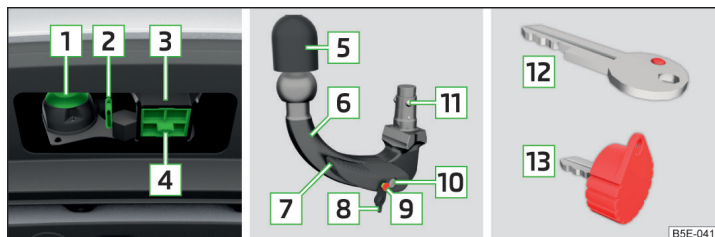

Fig. 185 Supports du dispositif d'attelage / boule d'attelage / clé (variantes 1 et 2)
**Support du dispositif d'attelage et boule d'attelage » fig. 185**
- Retirez le capuchon du logement **4** » fig. 185 à la page 176 en tirant vers le bas.